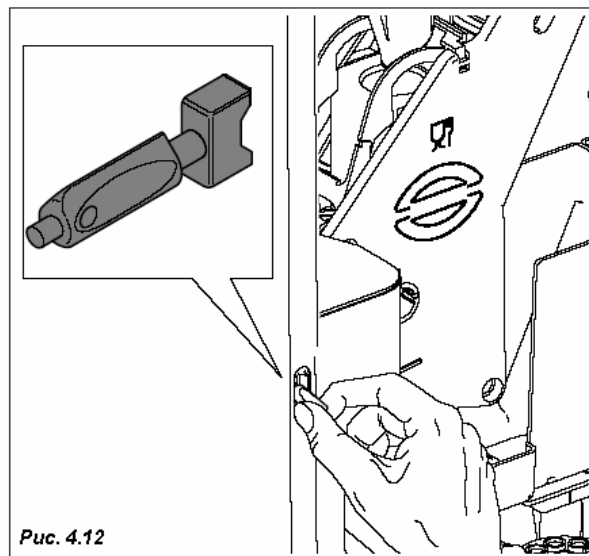

Рис. 4.12
В этом случае специалист по установке должен вставить специальный пластмассовый ключ, входящий в комплект поставки, в сервисный замок на двери и повернуть его на 90°С (Рис. 4.12).
- Вставьте ключ в замок двери (Рис. 4.12);